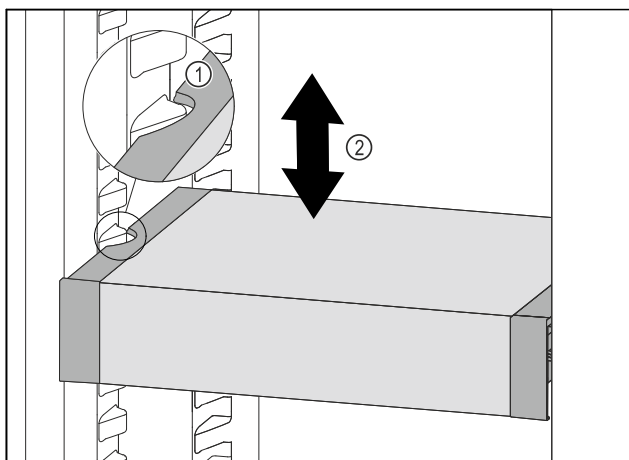

Fig. 182
- Táhněte VarioSafe dopředu, dokud nebudou boční vybrání VarioSafe na úrovni žebrování na nádoby v chladničce. Fig. 182 (1)
- Posouvejte VarioSafe v chladničce nahoru nebo dolů, dokud nedosáhnete požadované výšky. Fig. 182 (2)